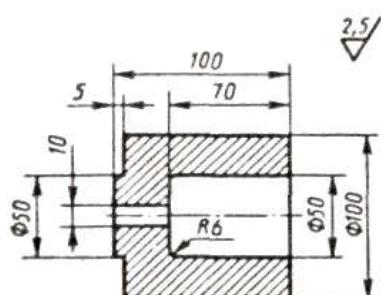

Рис. 29
2. Разработайте процесс изготовления поковки детали (рис. 29) методом горячей объемной штамповки на кривошипном горячештамповочном прессе. При выполнении работы: описать сущность процесса горячей объемной штамповки и указать области ее применения; привести схему пресса и описать его работу; установить температурный интервал штамповки и способ нагрева заготовки; составить чертеж поковки и определить ее массу; с учетом Технологических отходов определить объем, массу и длину исходной заготовки; выбрать переходы штамповки и привести эскиз инструмента; перечислить все операции технологического процесса изготовления поковки, выполняемые в кузнечном цехе; описать механизацию технологического процесса штамповки. Материал детали - сталь 40Х